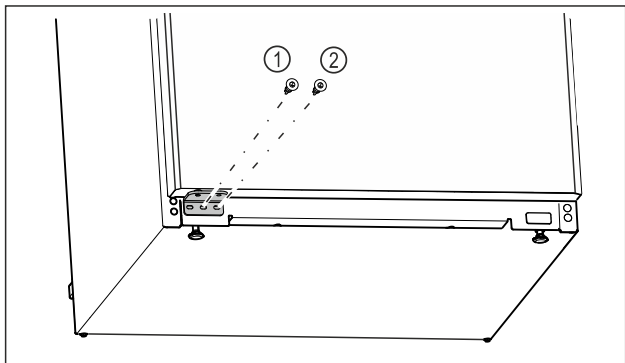

Fig. 26
- ▶ Skru fast den midtre skruen til lagerbukken Fig. 26 (1) med skrutrekkeren Torx 20.
- ▶ Skru fast den innvendige skruen til lagerbukken Fig. 26 (2) med skrutrekkeren Torx 20.